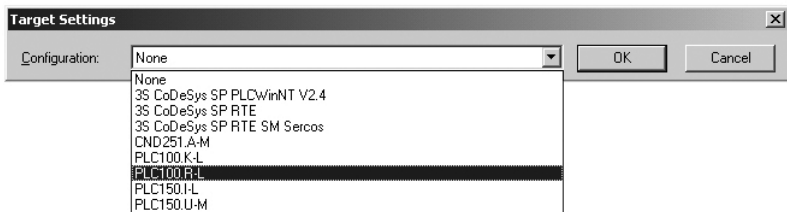

Рис. 3. Окно выбора Target-файла
7.2. После создания проекта нужно выбрать Target-файл, соответствующий названию контроллера. Target-файл предварительно должен быть инсталлирован (см. п. 6.2). Окно выбора Target-файла представлено на рис. 3.
Настройка канала соединения с контроллером производится в окне «Communication parameters», вызываемом командой меню **Online | Communication parameters** в среде CoDeSys (рис. 3).